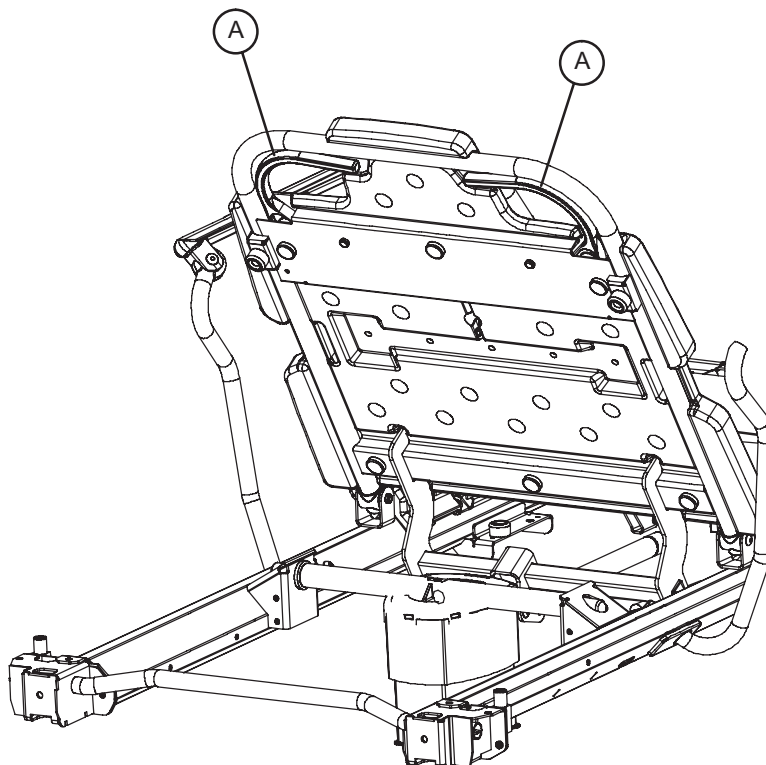

Abbildung 7 - Kopfteil mit pneumatischer Unterstützung
Entweder einen oder beide gelbe Fowler-Griffe (A) zusammendrücken, um das Kopfteil mit pneumatischer Unterstützung zur gewünschten Höhe anzuheben (siehe Abbildung 7). Wenn die gewünschte Höhe erreicht ist, Griffe loslassen.